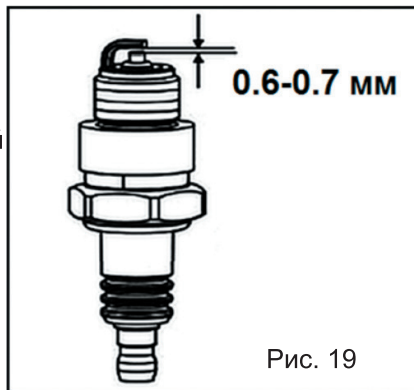

Рис. 19
• Проверьте зазор между электродами свечи зажигания. Он должен составлять 0.6-0.8 мм (рис. 19). При необходимости отрегулируйте зазор.